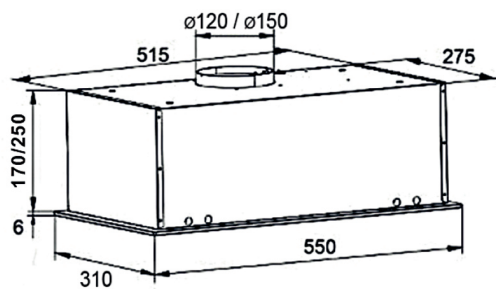

Рис. 1
1. Для выведения воздуха в режиме вентиляции необходимо вынуть заглушку из пластика. Вставить в открытое отверстие адаптер. (Рис. 1)
2. Сделайте отверстия в шкафу согласно эскизу. (Рис. 1)